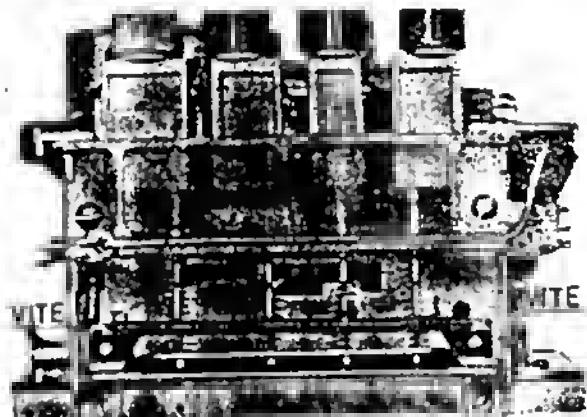

Fig. 5
Svitare ora, servendosi di un cacciavite crociato, le due viti con testa a croce (180) e (181) (i numeri si riferiscono al disegno di pag. 27) indicate nella figura 4 e le due viti fissanti la parte inferiore della pulsantierna (fig. 5).